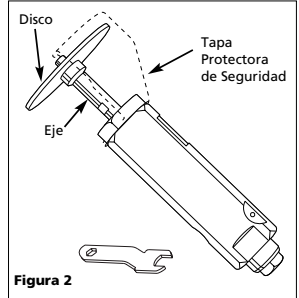

Figura 2
3. Centre el nuevo disco en el eje (Vea Figura 2). Cerciórese de que disco que va a usar esté diseñado para el número de s¹ de la herramienta neumática (Vea IN170102AV). Apriete bien el tornillo.